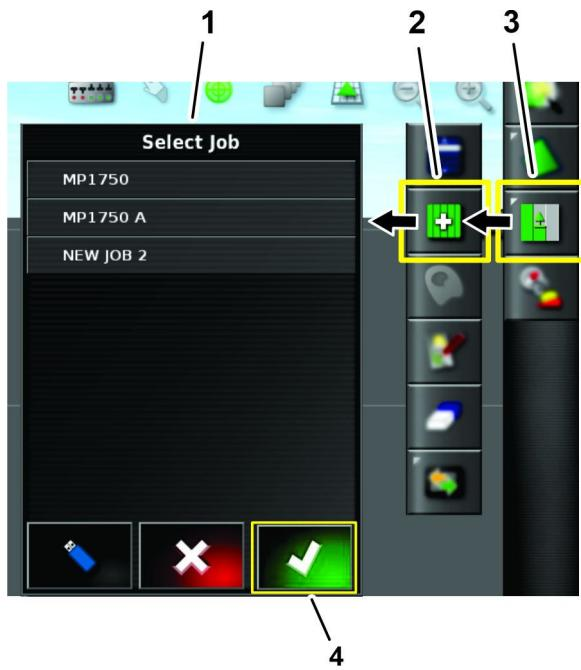

図 69
7. 作業メニューアイコンを押す図 69。
8. 既存作業を選択する図 69。